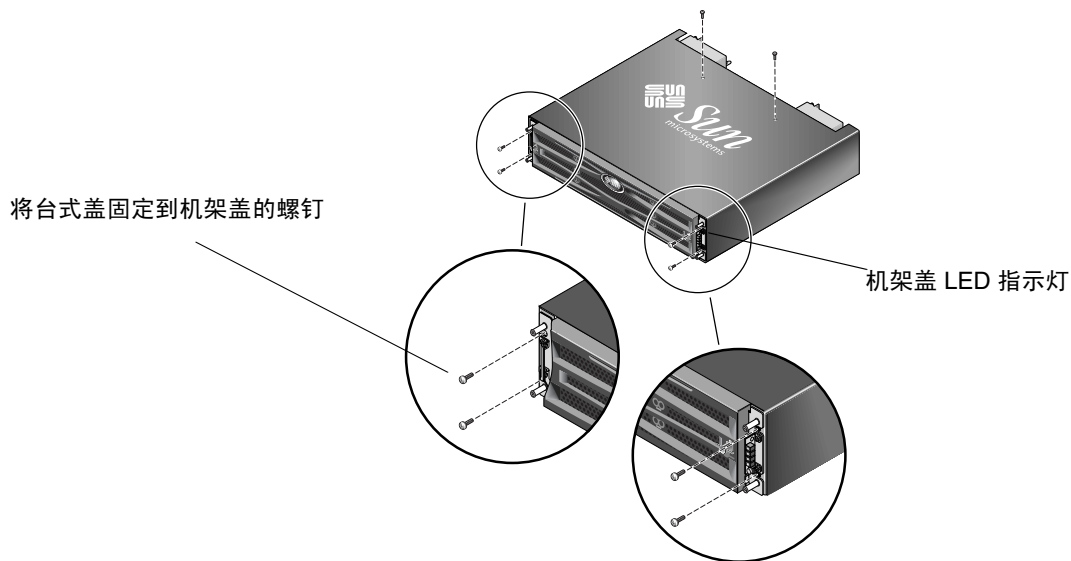

图 2-7 将机架盖连接到台式盖
6. 用两个 10-32 x 1/4 英寸 Phillips 锥形头螺钉在两侧将台式盖前端连接到阵列的前盖上，不必拧紧（请参见图 2-7）。